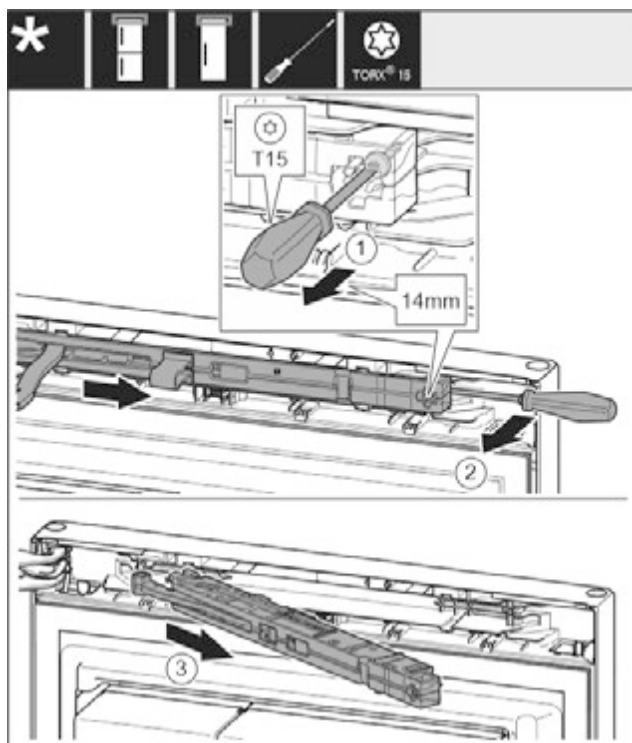

Fig. 9
- ▶ За допомогою викрутки T15 ослабте гвинт на демпферному вузлі приблизно на 14 мм. Fig. 9 (1)
- ▶ Переміщаючи викрутку з боку ручки за демпферний вузол, поверніть уперед. Fig. 9 (2)
- ▶ Витягніть демпферний вузол. Fig. 9 (3)